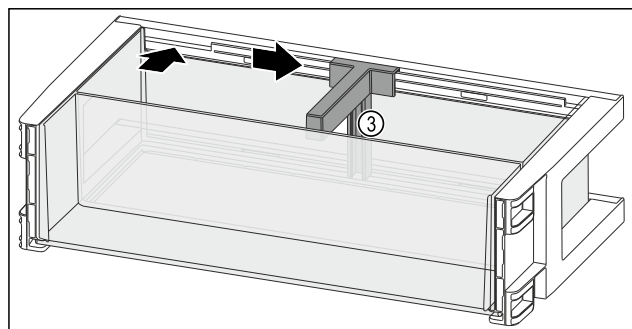

Fig. 99
- Vstavite držalo za steklenice Fig. 99 (3) v odprtino.
- Držalo za steklenice Fig. 99 (3) potisnite na stran do železnega položaja.